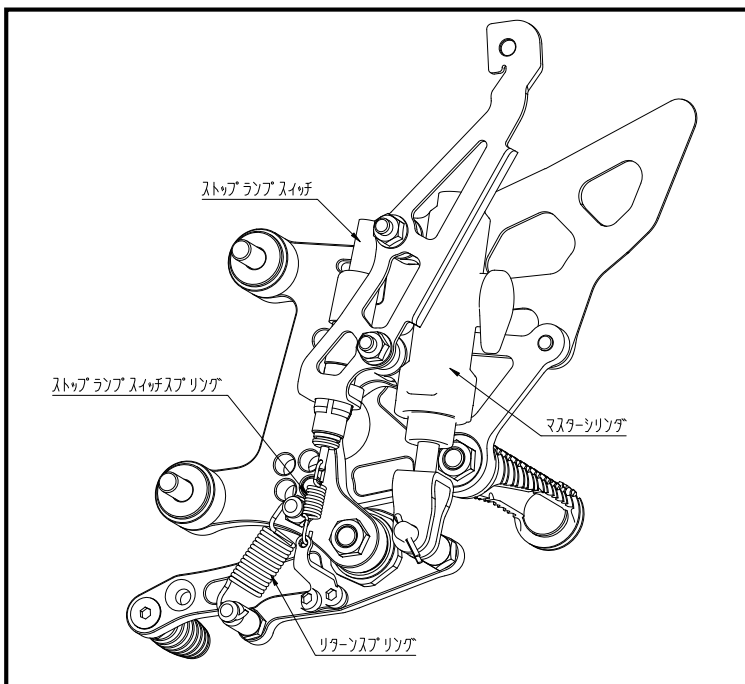

図2 マスターシリンダ取付
- ① STDステップを外します
- ② 下記のSTDパーツをモリワキ製ステップに付け替えます。(図2、3参照)